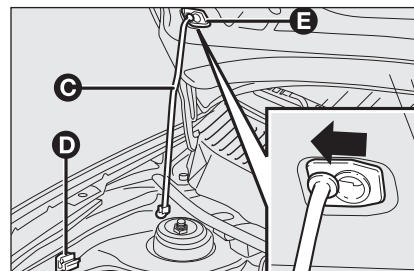

fig. 83
- Soulever le capot et en même temps dégager la tige de soutien **C-fig. 83** de son dispositif de blocage **D-fig. 83**, puis insérer l'extrémité de la tige dans l'emplacement **E-fig. 83** du capot moteur (trou grand) et pousser dans la position de sécurité (trou petit), comme illustré sur la figure.
- garder le capot soulevé par une main et, par l'autre, enlever la tige **C-fig. 83** de son emplacement **D**, par un mouvement inverse par rapport à celui d'ouverture, et l'insérer de nouveau dans son dispositif de blocage;